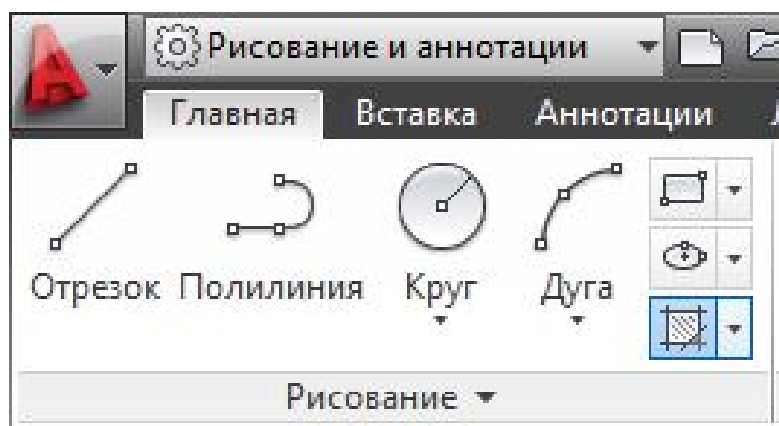

Рис.28. Команда **Штриховка**.
4.3. Выполнить штриховку сечения командой **Штриховка** панели вкладки **Рисование** (рис. 28) (текущий слой **Штриховка**).